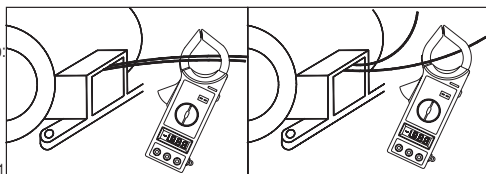

Fig.1
• Rodar o comutador rotativo para o intervalo A~ desejado. Pressionar o gatilho para abrir as pinças e inserir o condutor (um de cada vez) (Fig. 1): as pinças detetam agora a corrente alternada que flui através do condutor.